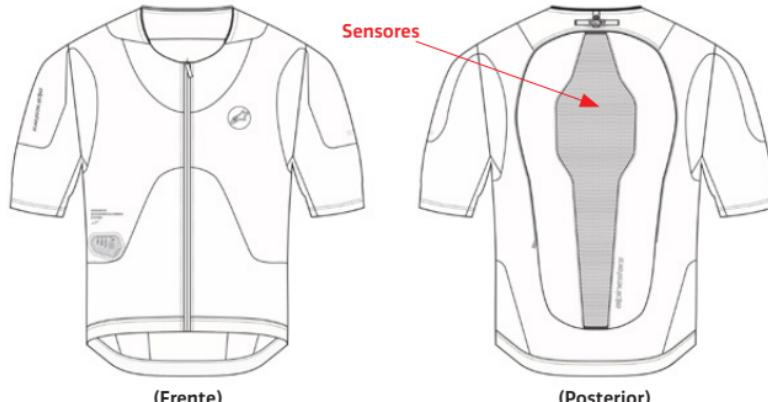

Figura 1 - Ubicación de los Sensores
El Sistema consta de una Unidad de Control del Airbag (5) con sensores incorporados (Figura 1). El conjunto de sensores de la Unidad de Control del Airbag (5) incluye un acelerómetro triaxial y un giroscopio triaxial ubicados dentro del Protector Posterior (4). Estos sensores monitorean el cuerpo del Usuario para detectar impactos o movimientos inesperados. En el caso de que el cuerpo del Usuario se vea sometido a una cantidad elevada y/o repentina de energía, el Sistema se desplegará. Esto puede ocurrir cuando la motocicleta está involucrada en un accidente, como cuando la motocicleta colisiona con otro vehículo o con un objeto, cuando el piloto pierde el control o cuando el piloto cae de la motocicleta.